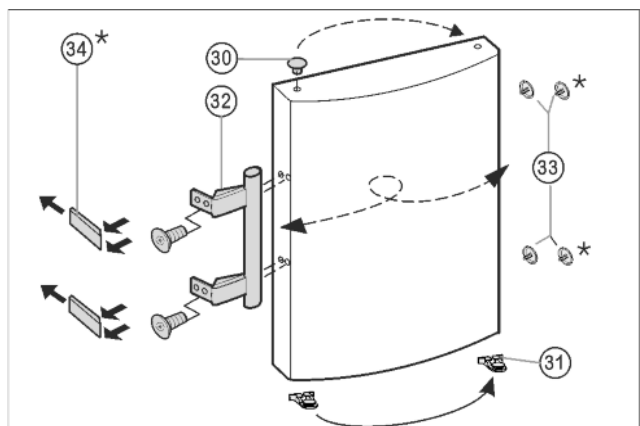

Fig. 8
- ▶ Til de stop Fig. 8 (33) uit de deurlagerbus en plaats hem om.
- ▶ Deurgreep *Fig. 8 (32)*, stoppen *Fig. 8 (33)* en drukplaatjes\* *Fig. 8 (34)* verwijderen en aan de andere kant aanbrengen.